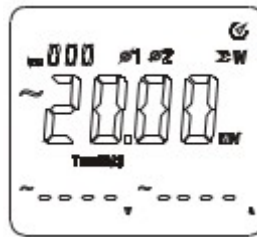

Figura 8-8
- La medición de la primera y la segunda fase es igual a la de un sistema trifásico de cuatro cables. Como se muestra en la figura 8-8, la potencia aparente total de un sistema trifásico puede verse presionando la tecla “SELECT” luego disparar la medición de la tercera fase.